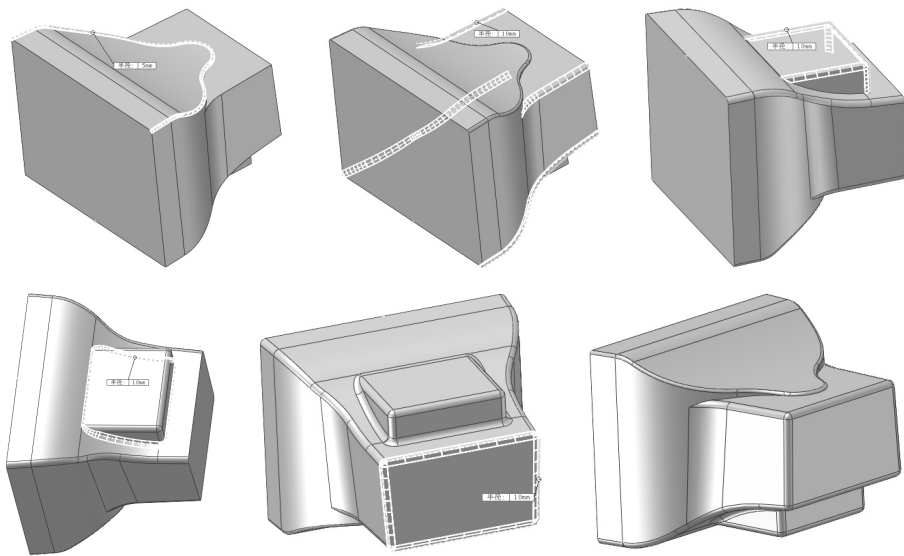

图 6-101 选择圆角边线
15) 重复“圆角”命令，选择图 6-101 所示的边线，创建半径为 10 的圆角，结果如图 6-101 所示。